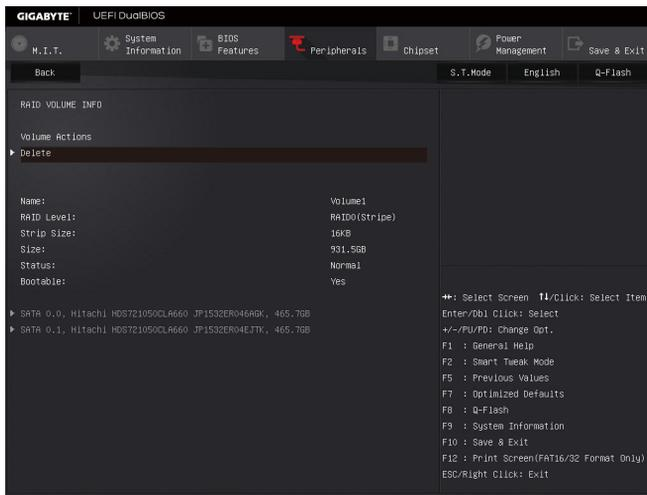

图7
完成后画面将恢复「Intel(R) Rapid Storage Technology」画面,即可在「RAID Volumes」处看到建立好的磁盘阵列。若要检视更详细的资料,可在该磁盘阵列上按<Enter>键,即可看到例如磁盘阵列模式、区块大小、磁盘阵列名称及磁盘阵列容量等信息(图7)。